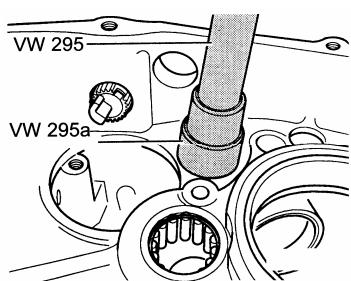

图 12-59 嵌入换挡杆
(4) 嵌入 3 挡和 4 挡换挡杆的轴套要到限位挡块，如图 12-59 所示。